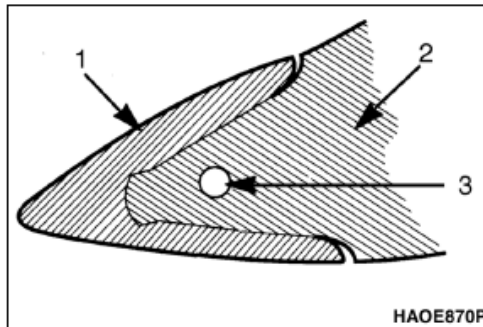

Figura 27 1. PUNTA; 2. ADAPTADOR Y 3. CUCHILLA LATERAL
2. No permita que la parte reemplazable de los dientes de la cuchara se desgaste totalmente y que la punta del adaptador de la cuchara quede al descubierto. Consulte Figura 27.